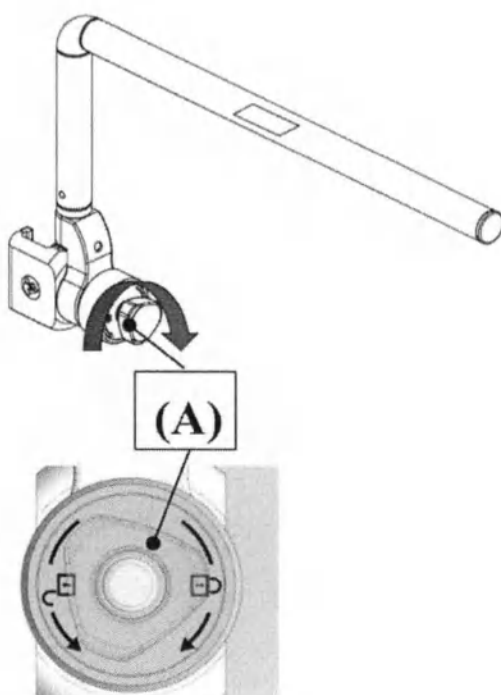

Рисунок 2.14.50
- На наклейке указано правильное направление вращения ручки (А) (рисунок 2.14.50).